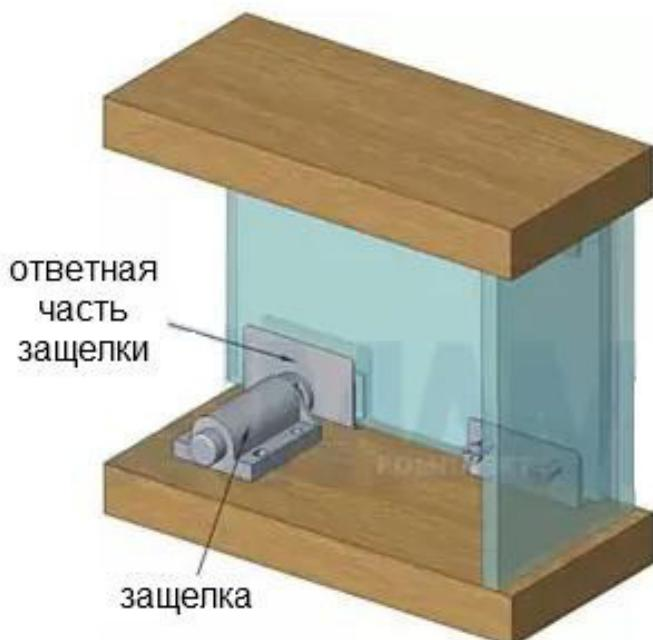

Рис. 3
**4.** На горизонтальный щит (26) установить магнитную защелку с помощью шурупов 3x20мм с полукруглой головкой. Защелка устанавливается с правой или левой стороны, в зависимости от направления открывания двери. Предварительно защелка закрепляется сквозь пару овальных отверстий. После навешивания двери и регулировки положения защелки по глубине, следует зафиксировать ее положение сквозь оставшуюся пару круглых отверстий (рис.3).